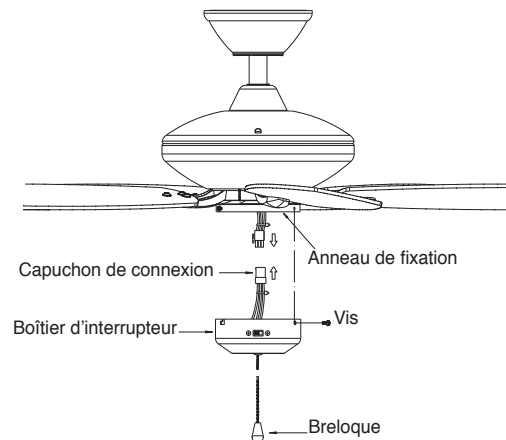

Fig. 15
**Étape 1.** Tout en maintenant le boîtier d'interrupteur sous votre ventilateur de plafond, poussez les capuchons de connexion carrés l'un dans l'autre. Un du ventilateur et un du boîtier d'interrupteur. (Fig. 15)
**Étape 2.** Poussez soigneusement tous les fils dans le boîtier d'interrupteur. Fixez le boîtier d'interrupteur sur l'anneau de fixation avec les vis fournies. Veillez à ce que chaque vis soit bien serrée. (Fig. 15)